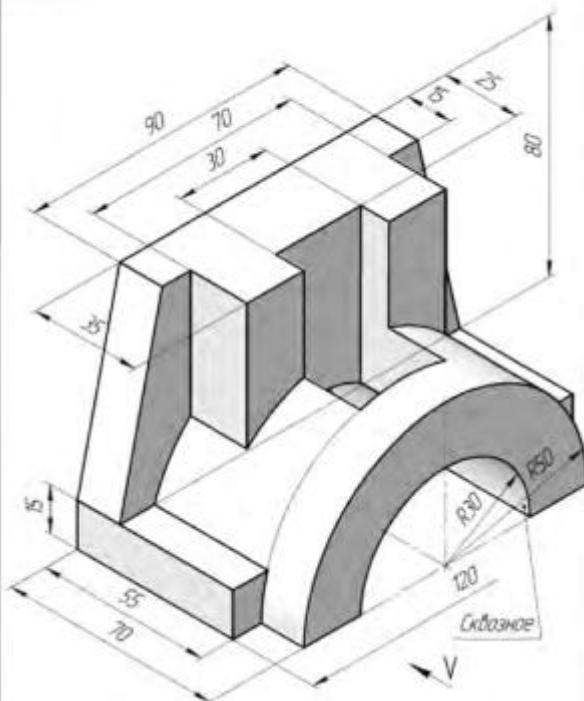

*Рис. 32. Результат створення деталі.*
8.8. Активізувати функцію “Вытянутый вырез” і встановити значення 150 мм по напрямку всередину деталі. Результат описаних дій приведений на рис. 32.